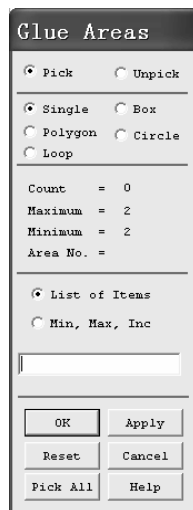

图 2-72 “Glue Areas” 窗口
(3) 依次选择 Main Menu>Preprocessor>Modeling>Operate>Booleans>Glue>Areas, 弹出“Glue Areas”窗口 (见图 2-72), 单击“Pick All”按钮, 两个矩形面黏结在了一起, 即使再受力时, 这两个矩形也始终不会分开。